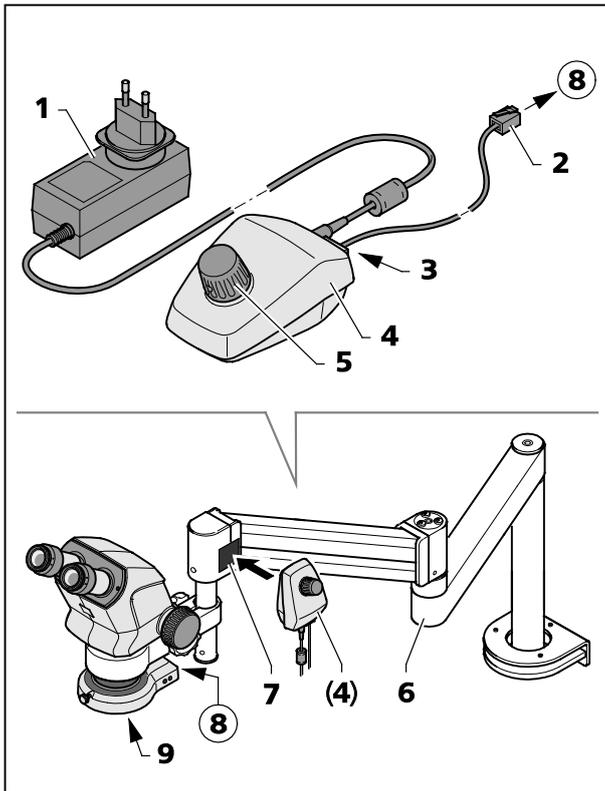

图 18 K LED 控制器
控制器 K (图 18/4) 用于在使用镜臂 B 或 U 或其它镜臂时, 控制环状光源。
- 将镜片 (图 18/7) 安装在显微镜主机上。
- 将磁盘 (图 18/7) 的吸磁面固定在摇臂镜臂上。
- 将随附的连接电缆 (长 1 m) (图 18/2) 插入环状光源插槽 (图 18/8) 和控制器 K 背面插槽 (图 18/3)。
- 将控制器 K (图 18/4) 放置在磁盘 (图 18/7) 上。
- 用电源 (图 18/1) 将控制器 K 通上电。
- 调整摇臂镜臂 (图 18/6), 使其达到符合人类工程学的工作位置。
- 按下控制器 K 的旋钮 (图 18/5) 打开环状电源, 并旋转旋钮设置照射强度。